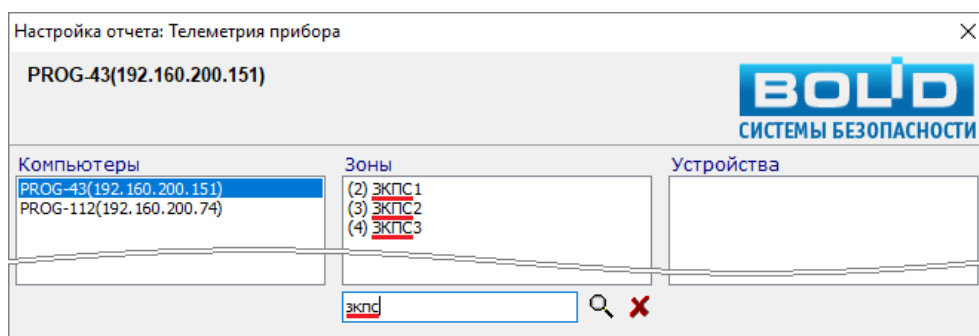

Рисунок 12-168 Результаты поиска заданного сочетания символов в поле "Зоны" отчета "Телеметрия прибора" на основании общих данных
- будут отображаться только элементы, соответствующие заданным условиям поиска, без выделения элементов в списке (см. Рисунок 12-168);